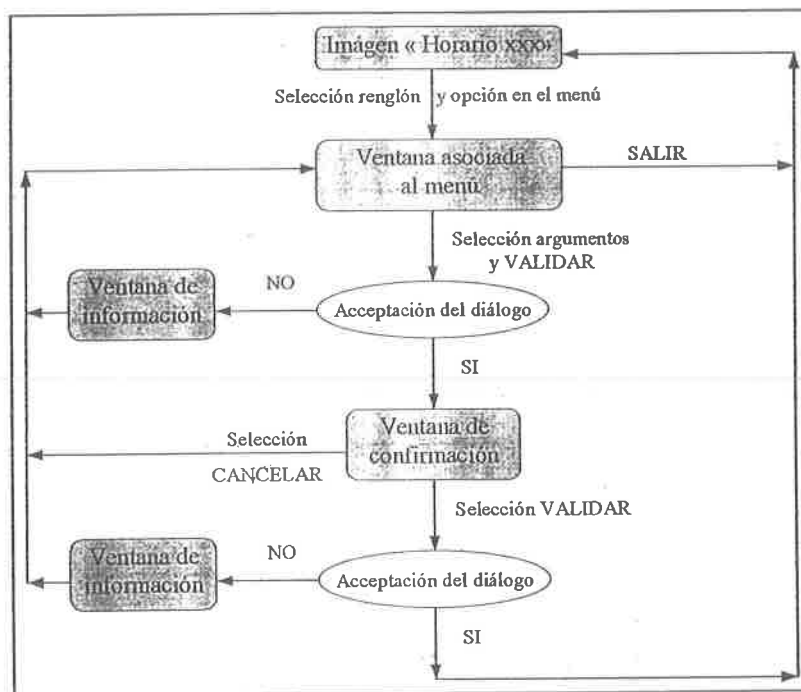

Fig. 28. Diagrama de flujo de los diálogos de "Horarios" PAN y TCY
• Presionar el botón VALIDAR	Ver Fig. 28. Diagrama de flujo de los diálogos de “ Horarios ”
⇒ Si el operador eligió la opción retiro en Línea: • Presionar el botón VALIDAR	El botón “ VALIDAR ” aparece en la ventana “ Retirar tren ” Ver Fig. 28. Diagrama de flujo de los diálogos de “ Horarios ”
⇒ Si el operador eligió la opción retiro en terminal: • Elegir la maniobra de garaje • Presionar el botón VALIDAR	La ventana “ Retirar tren - en terminal ” aparece en la pantalla Ver Fig. 28. Diagrama de flujo de los diálogos de “ Horarios ”
• Elegir el tipo de traslación (Adelanto o Retraso) • Con las 4 flechas elegir la traslación • Presionar el botón VALIDAR	Ver Fig. 28. Diagrama de flujo de los diálogos de “ Horarios ”